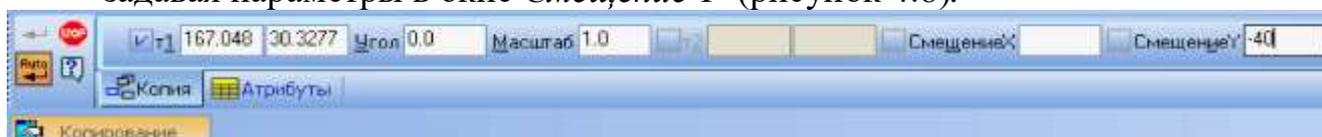

Рисунок 4.8 – Установка параметров Смещения Y
4. Копии горизонтальных линий постройте на расстоянии 40, 20 и 60мм, задавая параметры в окне *Смещение Y* (рисунок 4.8).